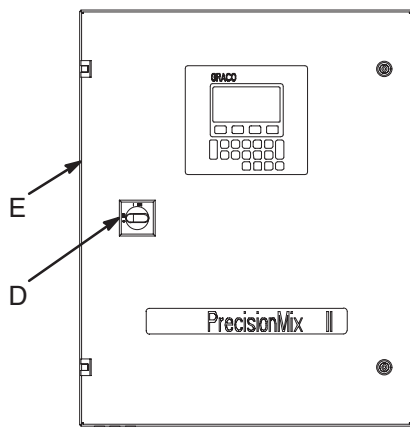
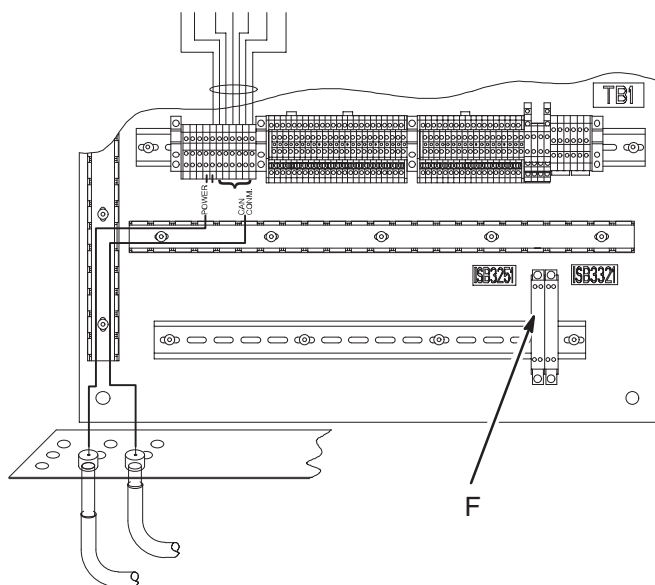

Fig. 11.3
Fig. 11.4
1. Mettre le commutateur marche-arrêt (D) du Precision-Mix II sur arrêt. Voir Fig. 11.3.
2. Ouvrir la porte de l'automate (E).
3. Enlever le couvercle (F) du fusible à remplacer. Voir Fig. 11.4.
5. Mettre un nouveau fusible (réf. 115429) et remettre le couvercle (F).
1. Mettre le commutateur marche-arrêt (D) du PrecisionMix II sur arrêt. Voir Fig. 11.3.
5. Rabattre les clips (C) en laissant l'alimentation en place. Sortir le bloc d'alimentation du rail DIN.